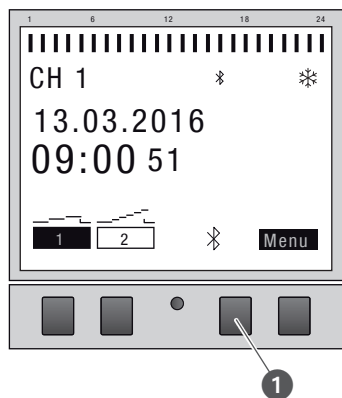

Fig. 20: Opprette Bluetooth-forbindelse på fordelingstidsuret
1. Trykk på Bluetooth-tasten (Fig. 20/①) på fordelingstidsuret.